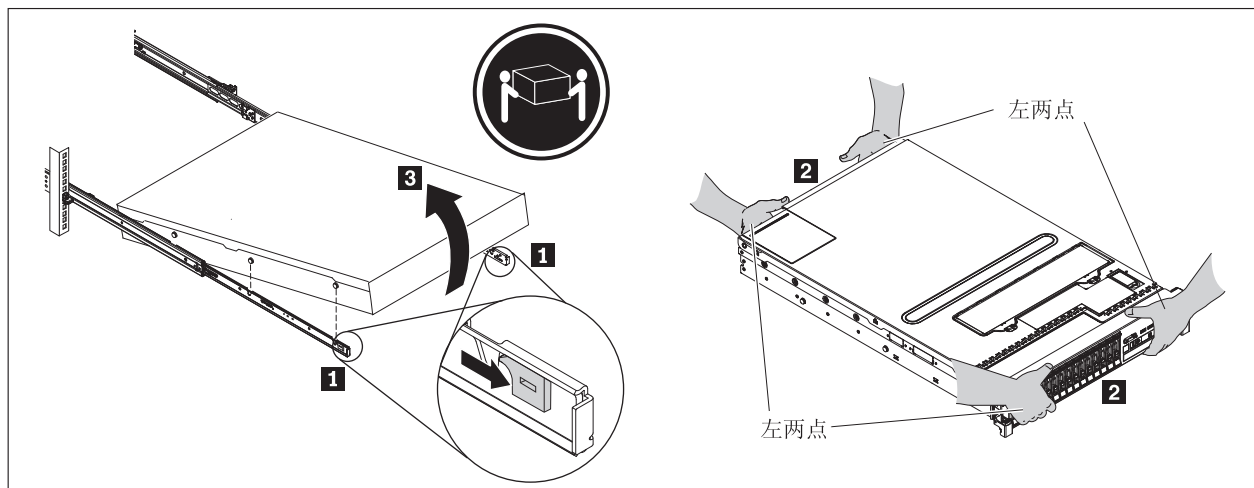

图 20. 松开并旋转设备前部
**注：**确保由两个人抬起设备，手的操作位置如第 51 页的图 20 中的 **2** 所示。
1. 松开并旋转设备前部，如第 51 页的图 20 所示。